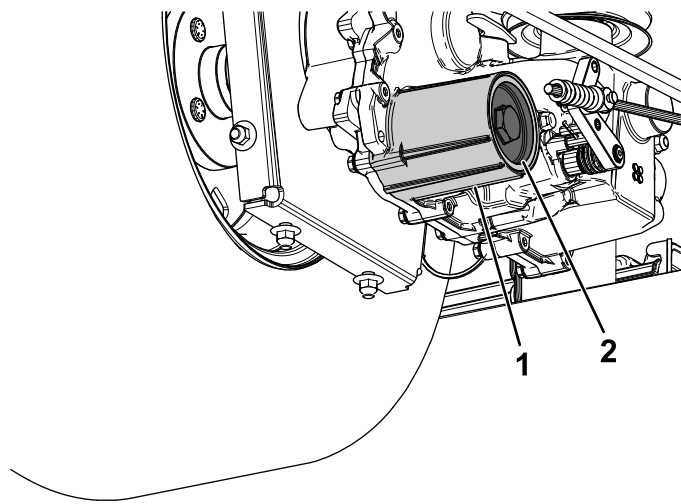

Figura 84
7. Retire la tapa del filtro de fluido hidráulico del transeje para vaciar el fluido (**Figura 84**).